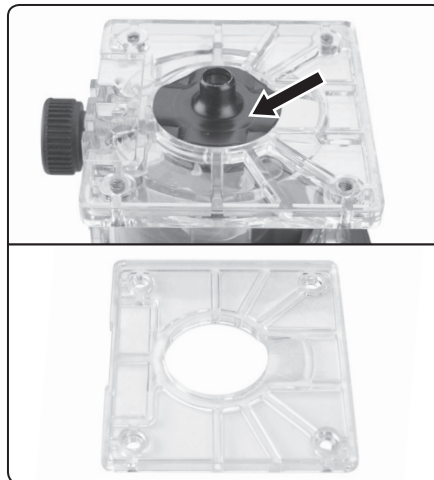

Abb. 13
4. Setzen Sie die Kopierhülse in das Loch im unteren Teil der Basis ein, wie in Abb. 13 gezeigt. Für den Einsatz der Kopierhülse müssen dünne Fräser verwendet werden, deren Durchmesser kleiner ist als der Durchmesser des Hülsenschafts. Der Durchmesser des Fräasers muss so sein, dass der Fräser bei Umdrehungen die Wände der Kopierhülse nicht berührt.